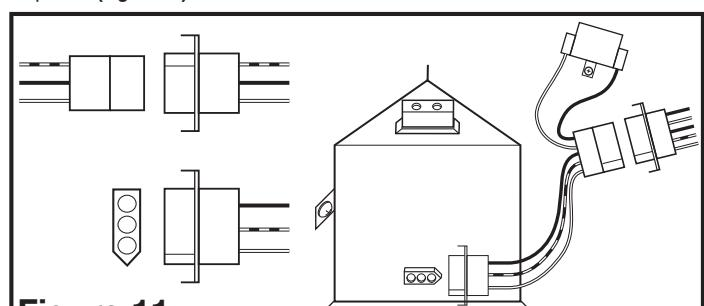

Figure 11 **REMARQUE :** La configuration du compartiment de fil dépendra du modèle.
3. Connectez le faisceau électrique du ventilateur en connectant l'extrémité de 3 broches de connexion rapide dans le réceptacle situé sur le côté du couvercle du compartiment de fil. Assurez-vous que l'extrémité avec 5 broches de connexion rapide est branchée dans la prise du ventilateur. Connectez le faisceau électrique en branchant l'extrémité avec 2 broches de connexion rapide rectangulaire dans le réceptacle situé dans la partie supérieure du compartiment de fil. Ces fils ne s'adaptent que dans un sens dans les réceptacles (**Figure 11**).